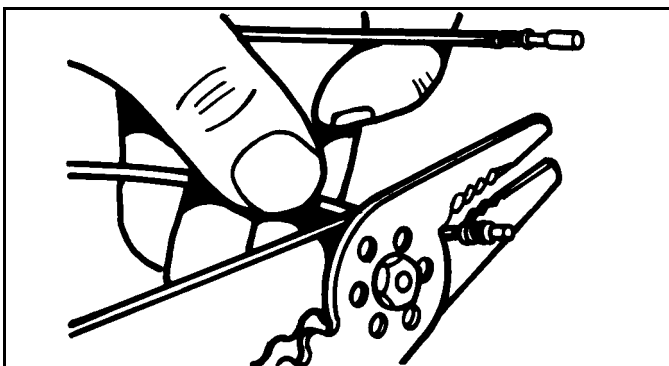

Abb. 1-9
2. Den Draht so nah wie nur möglich an dem alten Kontakt mit einer Elektro-Kombizange entfernen. (Siehe Abb. 1-9)